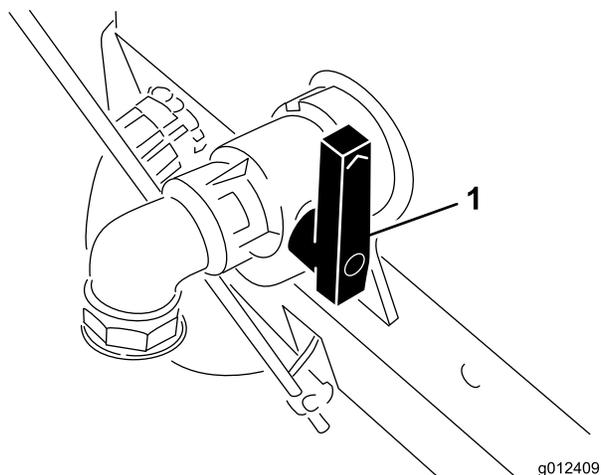

Figura 21
3. Accertatevi che la leva di comando della verniciatura sia rilasciata e che la valvola di spurgo del serbatoio (Figura 21) sia chiusa.